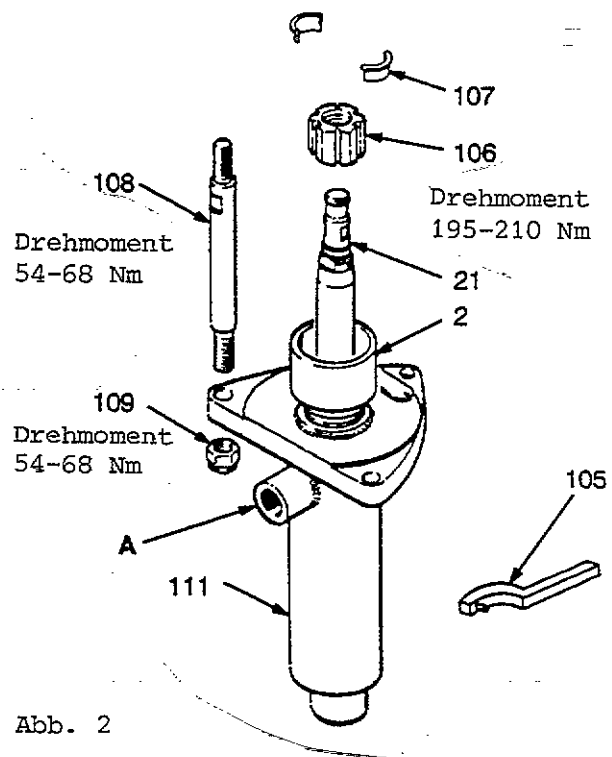

Abb. 2
3. Überwurfmutter (106) von Luftmotor-kolbenstange schrauben. Darauf achten, daß die beiden Klemmbacken (107) nicht herunterfallen. Muttern (109) von Verbindungsstangen (108) abschrauben und Materialpumpe (111) von Luftmotor (101) abziehen, siehe Abb. 2.
1. Materialausgang (A) mit zusätzlichem Materialausgang (B) des Luftmotores ausrichten. Materialpumpe (111) an Verbindungsstangen (108) anbringen, siehe Abb. 2.
2. Die Klemmbacken (107) müssen in der Überwurfmutter (106) liegen. Überwurfmutter nach oben an die Luftmotorstange anschrauben. Muttern (109) an Verbindungsstangen (108) lose anbringen.
4. Muttern (109) mit 54-68 Nm anziehen. Überwurfmutter (106) mit 195-210 Nm anziehen.
5. Pumpe anstellen mit ca. 1,4 bar Luftdruck und Pumpe überprüfen. Verbindungsstangen, falls notwendig, adjustieren. Packungsmutter (2) mit Schlüssel (105) anziehen. Gerade bis diese fest ist, nicht fester anziehen. Öltasse ein halb voll mit GRACO-TSL-ÖL füllen. (TSL-ÖL = Halspackungsschmiermittel nicht für Luftmotor und desgleichen verwenden!)